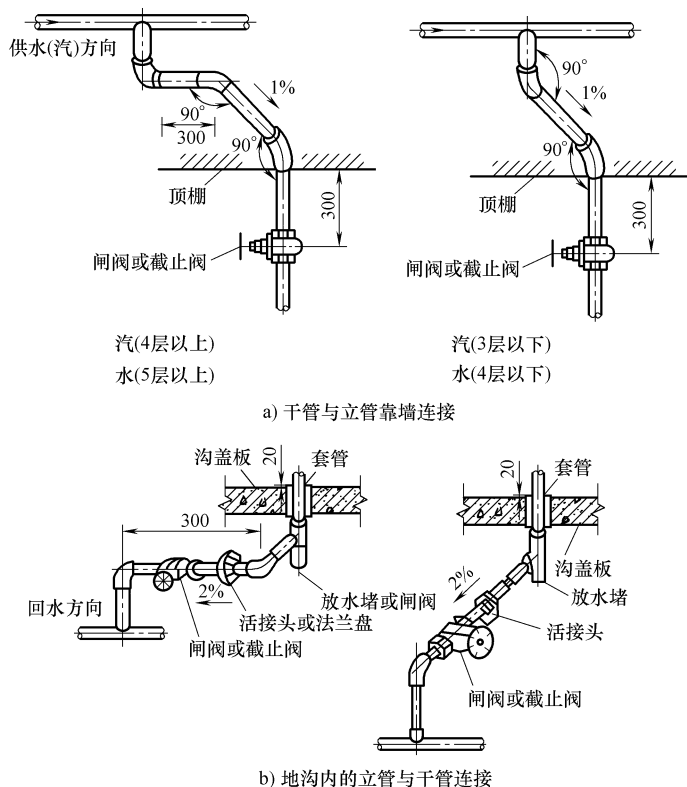

图 5-8 立管与干管的连接
(1) 校对各层预留孔位置是否垂直，自顶层向底层吊通线，若未留预留孔洞，则应先打通各层楼板，再根据立管与墙面的净距离，确定立管卡子的位置，剔眼，栽埋好管卡。
(2) 所有立管均应在量测楼层管段长度后，进行各楼层管段预制，将预制好的管段按编号顺序运至安装位置。
(3) 安装前先卸下阀门盖,有钢套管的先穿到管上,按编号从第一节开始安装。将立管丝扣涂铅油缠麻丝,对准接口转动入扣。用一把管钳咬住管件,另一把管钳拧管,拧到松紧适度,并对准调直时的标记,丝扣外露 2~3 扣,预留口平正为止,并清除外露麻丝头。
(4) 检查立管的每个预留口标高、方向、半圆弯等是否准确、平正。将事先裁好的卡子松开,把管子放入卡内拧紧螺栓,用吊杆、线坠从第一节开始找好垂直度,扶正钢套管,最后填堵孔洞使其套管固定,预留口必须加好临时丝堵。
(5) 立管与干管连接采用在干管上焊上短螺纹管头的方法,以便于立管的螺纹连接,具体连接做法如图 5-8 所示。